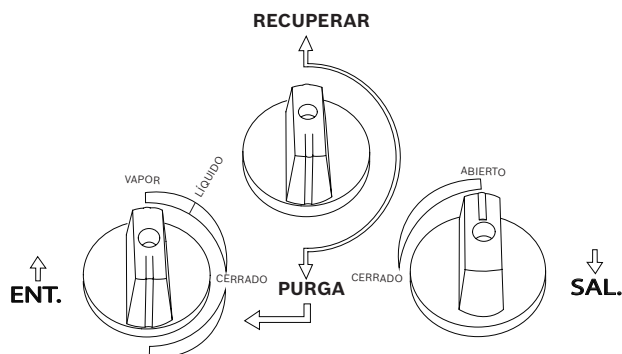

Fig.5: Posiciones de las válvulas para purgar el refrigerante residual
4. Gire el mando de recuperación / purga (negro) del RG4.0 a la posición **PURGE** (apuntando hacia abajo) como se muestra en la Fig. 5.
5. Ponga en marcha el RG4.0 y gire lentamente la válvula de control de entrada (azul) del RG4.0 a la posición **PURGE** como se muestra en la Fig. 5.